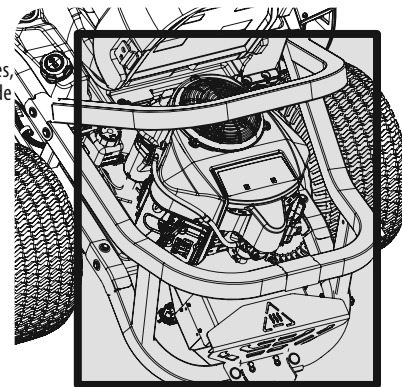

Figura 28
- Mantenga ambos lados de las ranuras de enfriamiento de la transmisión, el colector de escape, alrededor de los fusibles, todo el cableado y los arneses de cables, el tubo del silenciador, el protector del silenciador, los filtros de admisión del motor y las aletas de refrigeración, etc. libres de residuos de pasto y hojas. Consulte la Figura 28.